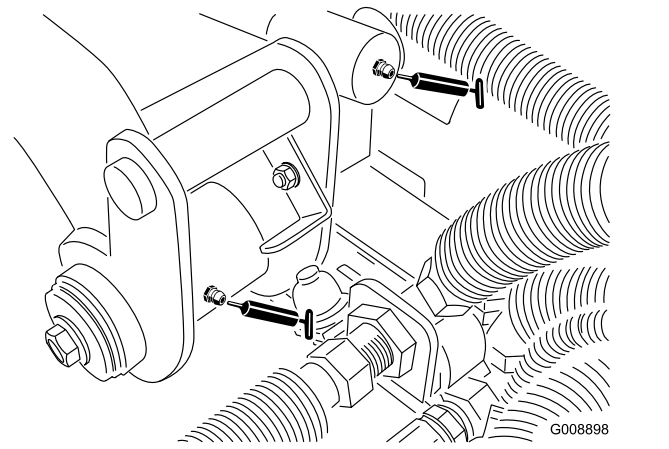

Bild 36
- 2 hintere Hubarm-Drehbüchsen und Hubzylinder (**Bild 36**)